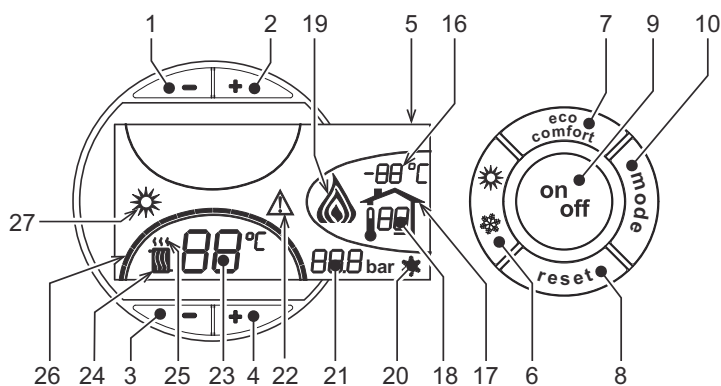
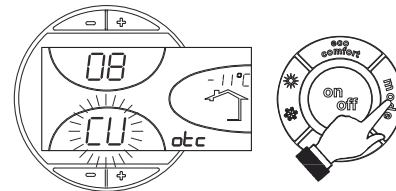
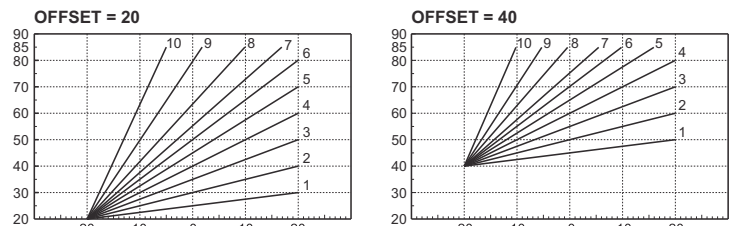

fig. 1 - Panneau de contrôle
fig. 9 - Courbe de compensation
fig. 12 - Exemple de déplacement parallèle des courbes de compensation
Appuyer 1 seconde sur la touche **on/off** (rep. 9 - fig. 1).
Pour rallumer la chaudière, appuyer à nouveau 1 seconde sur la touche **on/off** (rep. 9 - fig. 1).
- Appuyer sur la touche ON/OFF (9 - fig. 1)
Appuyer sur la touche **été/hiver** (rep. 6 - fig. 1) pendant 1 seconde.
L'afficheur montre le symbole Été (rep. 27 - fig. 1) : la chaudière ne fournira que de l'eau chaude sanitaire. Le système hors-gel reste actif.
Pour désactiver le mode Été, appuyer à nouveau sur la touche **été/hiver** (rep. 6 - fig. 1) pendant 1 seconde.
Pour régler la température entre 30° C (minimum) et 80° C (maximum), agir sur les **touches du chauffage** (rep. 3 et 4 - fig. 1).
Pour régler la température entre 10 °C (minimum) et 65 °C (maximum), agir sur les touches eau chaude sanitaire +/- (rep. 1 et 2 - fig. 1).
Lorsqu'une sonde extérieure (option) est installée, l'afficheur du tableau des commandes (rep. 5 - fig. 1) montre la température extérieure actuelle mesurée par la sonde. Le système de régulation de la chaudière travaille en mode "température évolutive". Dans ce mode, la température de l'installation chauffage est régulée en fonction des conditions climatiques extérieures de manière à garantir un confort élevé et une économie d'énergie pendant toute l'année. En particulier, lorsque la température extérieure augmente, la température de départ installation diminue selon une courbe donnée "de compensation".
Avec le réglage évolutif, la température programmée à l'aide des touches chauffage +/- (rep. 3 et 4 - fig. 1) devient la température maximum de départ installation. Il est conseillé de régler la valeur maximale pour permettre au système de réguler la température sur toute la plage utile de fonctionnement.
Appuyer une fois sur la touche **mode** (rep. 10 - fig. 1) pour afficher la courbe de compensation actuelle (fig. 9). Il est possible de la modifier à l'aide des **touches eau chaude sanitaire** (rep. 1 et 2 - fig. 1).
Appuyer sur les touches **chauffage** (rep. 3 et 4 - fig. 1) pour passer au déplacement parallèle des courbes (fig. 12), qui peut être modifié à l'aide des **touches eau chaude sanitaire** (rep. 1 et 2 - fig. 1).
Réappuyer sur la touche **mode** (rep. 10 - fig. 1) pour quitter le mode de réglage des courbes parallèles.
Si la chaudière est reliée à la chronocommande à distance (option), les réglages ci-dessus seront gérés comme indiqué dans le tableau tableau 1. De plus, l'afficheur du panneau de commande (rep. 5 - fig. 1) montre la température ambiante actuelle, mesurée par la chronocommande à distance.
Sélection Eco/Confort	En désactivant l'eau chaude sanitaire à partir du menu de la chronocommande à distance, la chaudière se place en mode Economy. Dans cette condition, la touche 7 - fig. 1 sur le panneau de la chaudière est désactivée. En activant l'eau chaude sanitaire à partir du menu de la chronocommande à distance, la chaudière sélectionne le mode Confort. Dans cette condition, il est possible de sélectionner un des deux modes à l'aide de la touche 7 - fig. 1 du panneau de la chaudière.